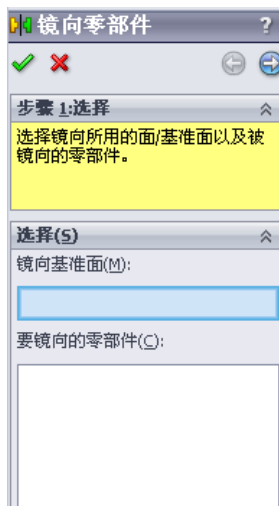

图 4.6.2 “镜向零部件”窗口（一）
Step2. 选择命令。选择下拉菜单 **插入(I) → 镜像零部件(R)** 命令，系统弹出图 4.6.2 所示的“镜向零部件”窗口（一）。